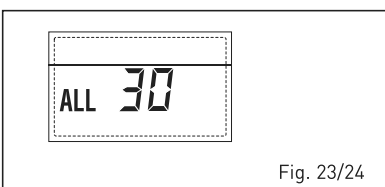

Fig. 23/24
- **ANOMALIA SONDA DESCARGA CASCATATA "ALL 31" (fig. 23/25)**